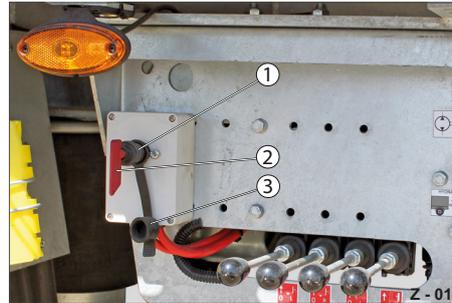

Abb. 15 Stromversorgung von Zugmaschine
- ▶ Stecken Sie den Steckschalter (Abb. 15/2) in die Steckdose (Abb. 15/1) ein.
- ▶ Drehen Sie den Steckschalter (Abb. 15/2) in Stellung ON. Die Stromzufuhr über die Zugmaschine ist aktiviert.